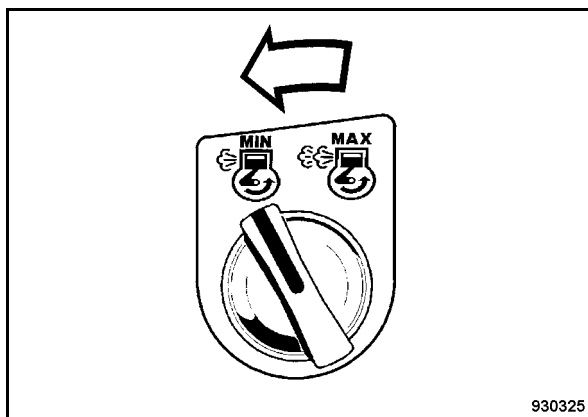

Fig. 80
- Porre l'interruttore rotante per regime del motore a sinistra nella posizione "MIN" (regime minimo) (Fig. 80).